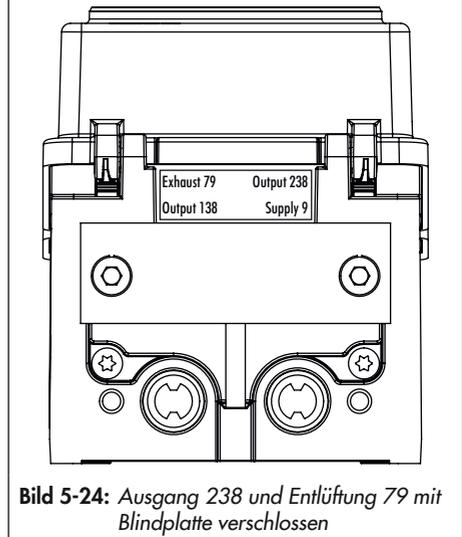

Bild 5-24: Ausgang 238 und Entlüftung 79 mit Blindplatte verschlossen
- ➔ Ausgang 238 und die Entlüftung 79 mit einer Blindplatte verschließen (vgl. Bild 5-24), wenn nur ein pneumatischer Ausgang zur Verfügung steht.
Ein einfachwirkender pneumatischer Antrieb wird über den Ausgang 138 angesteuert. Die Ausgänge 238 und 79 werden dazu verschlossen (vgl. Bild 5-24). Die Luftleistung kann durch die Verwendung von zwei Pneumatikmodulen verdoppelt werden.